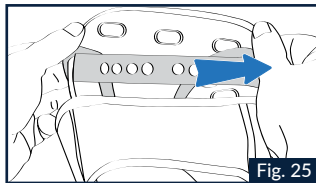

Fig. 25
1.3 Répéter les opérations des points 1.1 et 1.2 avec le bouton rond arrière situé sous la mousse (Fig.25). En approchant les deux boutons de réglage de la coiffe l'un de l'autre, le casque se place graduellement plus haut sur la tête.
1.3 Repita las operaciones de los puntos 1.1 y 1.2 con el botón circular trasero que se encuentra por debajo del acolchado (Fig. 25). Acercando entre sí los dos botones de ajuste del acolchado interior, el casco se sitúa gradualmente más arriba sobre la cabeza.